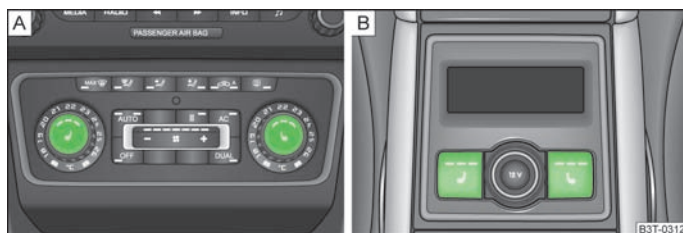

Fig. 57 Régulateur du chauffage des sièges avant/des sièges arrière
- Pour activer et régler le chauffage du siège du conducteur ou du passager avant, appuyez sur la surface du sélecteur au niveau du symbole **[A]** ou **[B]** » fig. 57 - **A**.
- Pour activer et régler le chauffage sur le siège arrière gauche ou droit, appuyez sur le sélecteur **[C]** ou **[D]** » fig. 57 - **B**.